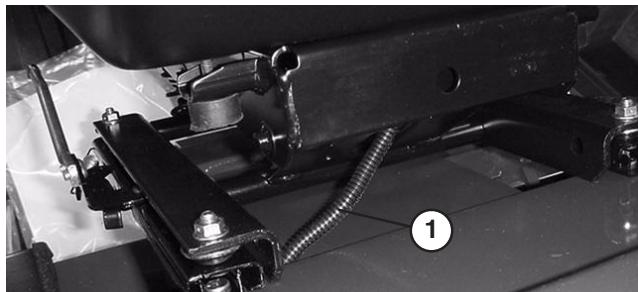

Figure 13
- Faites passer le faisceau de câblage du contacteur de siège par les trous du support et de la suspension (Fig. 13). Branchez le connecteur du faisceau de câblage au contacteur du siège sur la base du siège.